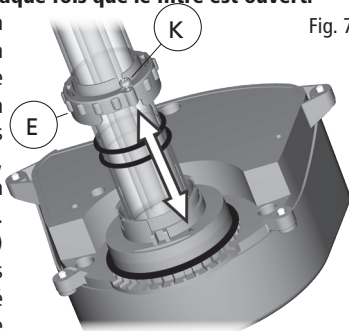
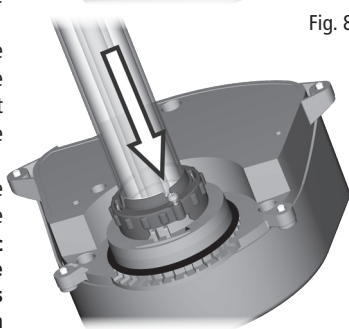
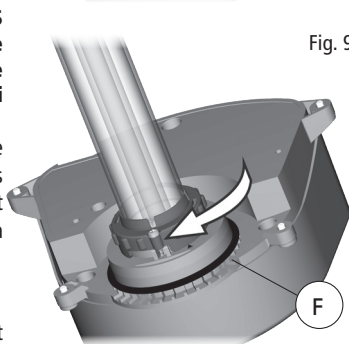

Fig. 7
Fig. 8
Fig. 9
- Afin d'accéder à la lampe UV-C (B), retirer le manchon de verre (C) en dévissant environ trois tours la vis de fixation (K) de la bride de retenue (E) qui la fixe au couvercle UV-C. Ensuite, tourner la bride de retenue d'environ 30 degrés dans le sens antihoraire jusqu'à ce que la vis soit alignée avec la flèche qui se trouve à l'intérieur du couvercle UV-C, puis tirer afin d'enlever le couvercle. Important : La bride de retenue est dotée d'une vis de fixation antiperte. Aucun besoin de la retirer complètement; il suffit de la dévisser jusqu'à ce que la bride de retenue puisse être tournée et enlevée.
- Une fois le manchon de quartz retiré, sortir la lampe UV-C (B) de sa douille (s'il ne s'agit pas du premier démarrage) et la remplacer par une nouvelle. **MISE EN GARDE - NE PAS ESSAYER DE REGARDER LA LAMPE LORSQU'ELLE EST ALLUMÉE!** Une exposition directe aux rayons ultraviolets est nuisible aux yeux et à la peau. Ne pas faire d'essai avec la lampe UV-C à moins que le filtre soit complètement assemblé et fermé. **IMPORTANT** - Utiliser des pièces de rechange Laguna authentiques seulement. Consulter la liste des pièces de rechange pour obtenir leur numéro précis.
- Replacer le manchon de quartz (C) et les deux bagues d'étanchéité (D) dans leur position originale. Il est recommandé de lubrifier les bagues d'étanchéité à l'aide d'un lubrifiant adéquat (un lubrifiant inerte convient aux bagues d'étanchéité noires et rouges, mais NE PAS utiliser d'huile de silicone sur les bagues d'étanchéité rouges). **IMPORTANT** - L'amortisseur de la lampe (Y) à l'intérieur du manchon de quartz doit être placé entre la lampe et le bas du manchon de quartz. Ne pas l'enlever. **IMPORTANT** - **Les deux bagues d'étanchéité (D) du manchon de quartz (C) doivent être remplacées chaque fois que le filtre est ouvert.**
- Placer la bride de retenue (E) dans sa position originale. Pour ce faire, aligner la vis avec la flèche et pousser la bride de retenue vers le couvercle UV-C, tourner la bride de retenue d'environ 30 degrés dans le sens horaire vers la vis de fixation (K), puis fixer la bride de retenue en vissant la vis de fixation (K). (Fig. 7, Fig. 8 et Fig. 9).
- S'assurer que le manchon de quartz (C) n'est pas endommagé. Vérifier que toutes les pièces sont présentes et ont été réassemblées correctement. En cas de doute, consulter son détaillant Laguna.
- Remettre le couvercle UV-C (A) sur le couvercle du filtre (G), en s'assurant que la bague d'étanchéité intérieure (F) est placée correctement avant de fixer le couvercle UV-C à l'aide des vis (J).
- Fixer le couvercle UV-C (A) au couvercle du filtre en vissant les 4 vis antiperte (J). **MISE EN GARDE - Risque de choc électrique : Avant de mettre la lampe en marche, s'assurer que TOUTES les bagues d'étanchéité sont de retour à leur position originale, que TOUTES les vis sont serrées et que le filtre n'a pas été endommagé. Avant de brancher le filtre, effectuer un essai humide du filtre (voir ci-dessous).**